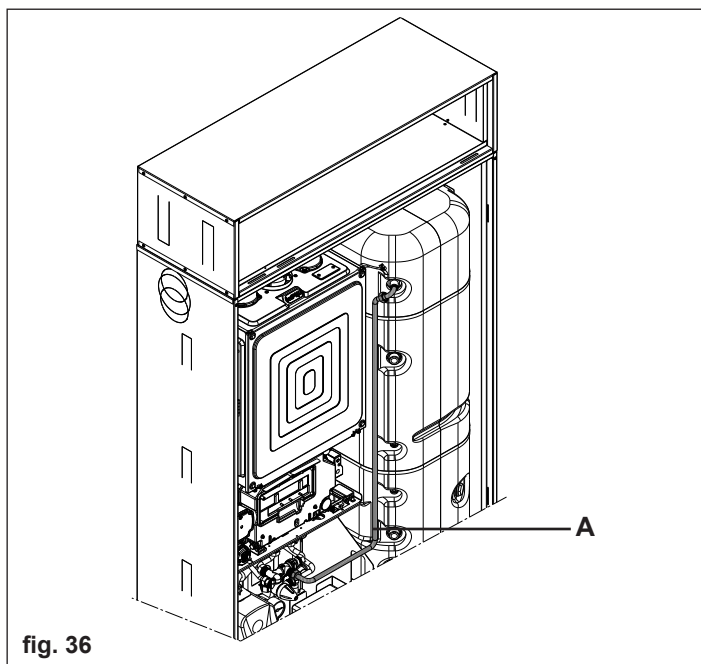

fig. 36
Fissare la rampa (A) dal raccordo uscita acqua sanitaria del bollitore alla valvola miscelatrice (fig. 36)